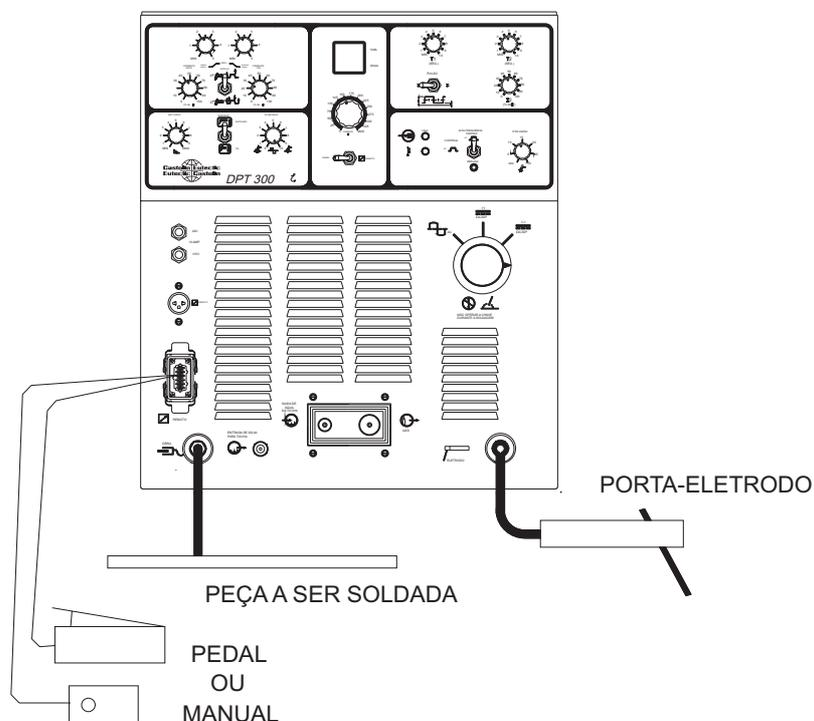

Figura 10 - Circuito de soldagem para soldagem com eletrodo revestido.
- 1 Conectar os cabos eletrodo e obra conforme a figura 10 com a chave liga/desliga (30) do painel traseiro desligada.
- 2 Colocar a chave seletora de corrente (5) na posição que corresponder ao eletrodo e a aplicação.
- 3 Posicionar a chave seletora de alta frequência (7) na posição desliga.
- 4 Posicionar a chave de seleção de pulsação (21) em I1.
- 5 Ajustar os potenciômetros CORRENTE INÍCIO (17) e CORRENTE FIM (18) para 100.
- 6 Ajustar o potenciômetro CORRENTE I1 (6) para obter aproximadamente o valor desejado da corrente de soldagem.
- 7 Ajustar o potenciômetro ARC FORCE (10) entre 3 e 4, mais tarde reajustar para obter o arco adequado.
- 8 Colocar a chave Liga/Desliga (30) na posição ligada (a lâmpada piloto (1) acenderá e o ventilador entrará em funcionamento).
- 9 Posicionar a chave contator (2) na posição contator. Desta forma a tensão em vazio fica presente no porta-eletrodo.
- 10 Abrir o arco e conforme a necessidade reajustar os potenciômetros CORRENTE I1 (6) e ARC FORCE (10) para obter as condições de trabalho desejadas.